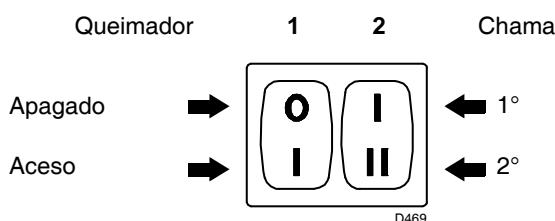
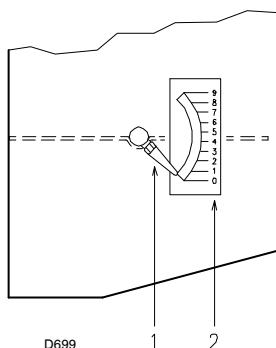
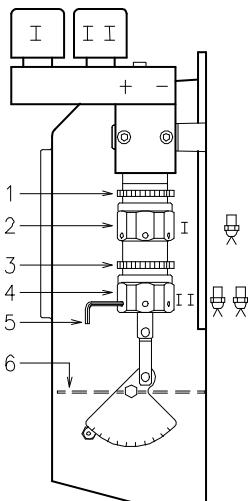

Fig. 22
Fig. 23
Fig. 24
- Colocar em funcionamento o queimador fechando os termóstatos e com o interruptor 1)(Fig. 22 Pág. 21) na posição “ACESSO”. A bomba deve rodar no sentido da seta que está marcada na cobertura.
- Quando o gasóleo sai pelo parafuso 3), indica que a bomba está alimentada. Parar imediatamente o queimador: interruptor 1)(Fig. 22 Pág. 21) na posição “DESLIGADO” e aparafusar o parafuso 3).
Colocar o interruptor 1) (Fig. 22) na posição "ACESO".
Mantener o queimador funcionando na 1a chama, colocando o interruptor 2)(Fig. 22) na posição 1a chama. A abertura do registo 6)(Fig. 24) deve ser proporcional à da boquilha escolhida: o índice 1)(Fig. 23) deve corresponder com o número da posição 2)(Fig. 23) indicado na tabela (Tab. D). A regulação faz-se rodando o hexágono 2)(Fig. 24):
posição 2,3 (Fig. 23) em correspondência com o índice 1).
À regulação efectuada bloquear o hexágono 2)(Fig. 24) com o aro 1).
N° = Posição 2)(Fig. 23)
Colocar o interruptor 2)(Fig. 22 Pág. 21) na posição 2a chama e regular o registo 6)(Fig. 24) actuando sobre o hexágono 4)(Fig. 24), depois de se ter aliviado o aro 3)(Fig. 24).
para facilitar a regulação dos hexágonos 2) e 4(Fig. 24), utilizar uma chave hexagonal de 3 mm 5)(Fig. 24).